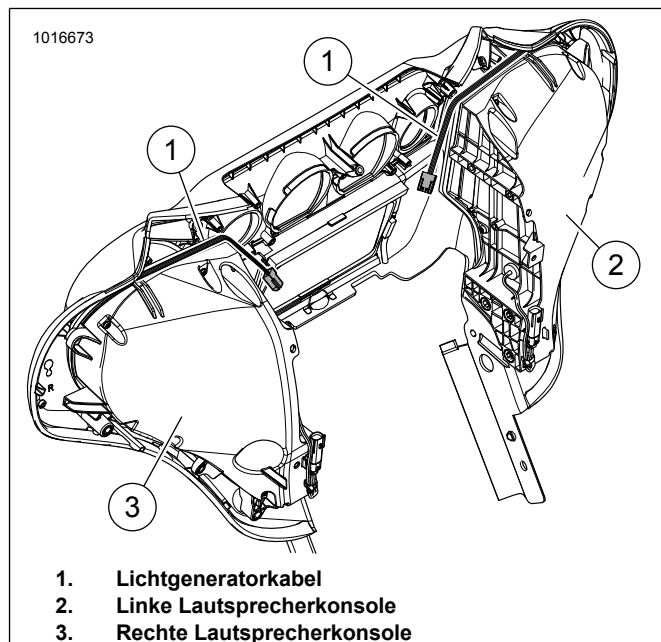

Abbildung 3. FLH-Gehäuse
6. Das Kabel (4) am Hochtönerbrückenschenkel (5) entlangführen. Das im Satz mitgelieferte Klebeband auf die erforderliche Länge abschneiden und das Kabel damit an der Hochtönerbrücke befestigen.
7. Siehe Abbildung 3. Siehe Werkstatthandbuch. Die Lautsprecherkabel am Lautsprecher anschließen, das Lautsprechergehäuse anbauen und die Lichtgeneratorkabel (1) wie dargestellt verlegen.